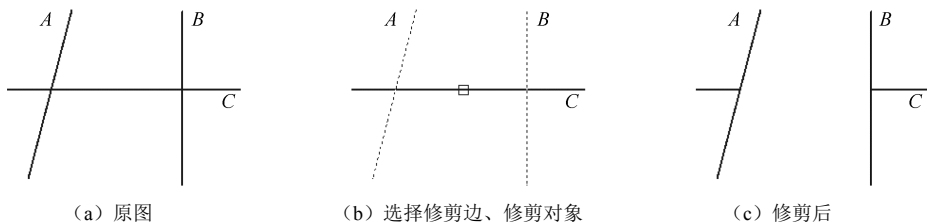

图 2-12 普通方式修剪对象
(1) 普通方式修剪对象。普通方式修剪对象，必须先选择剪切边界，再选择被修剪的对象，而且两者必须相交。
**例 2-1** 采用普通方式修剪对象，将如图 2-12 (a) 所示的图形修剪完成后如图 2-12 (c) 所示。
[栏选(F)/窗交(C)/投影(P)/边(E)/删除(R)/放弃(U)]: //选择直线C中间段,如图2-12(b)所示